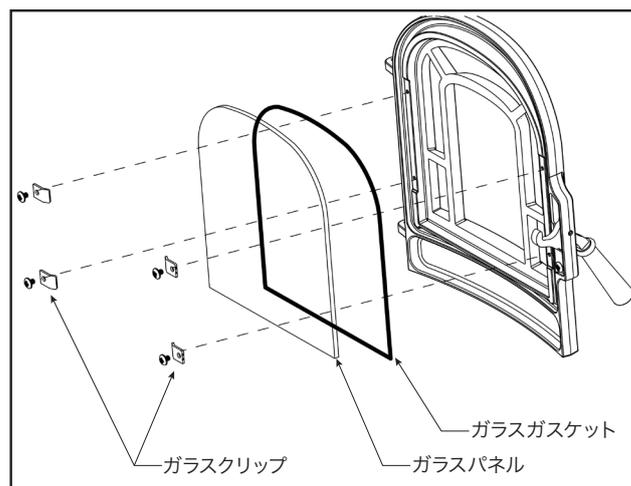

図3.1 ドアガラスの分解図。
2. 両方のドアのガラスをクリップで固定し、クリップのネジを締めます(きつく締めすぎるとガラスの破損に繋がる恐れがあります)。(図3.1)